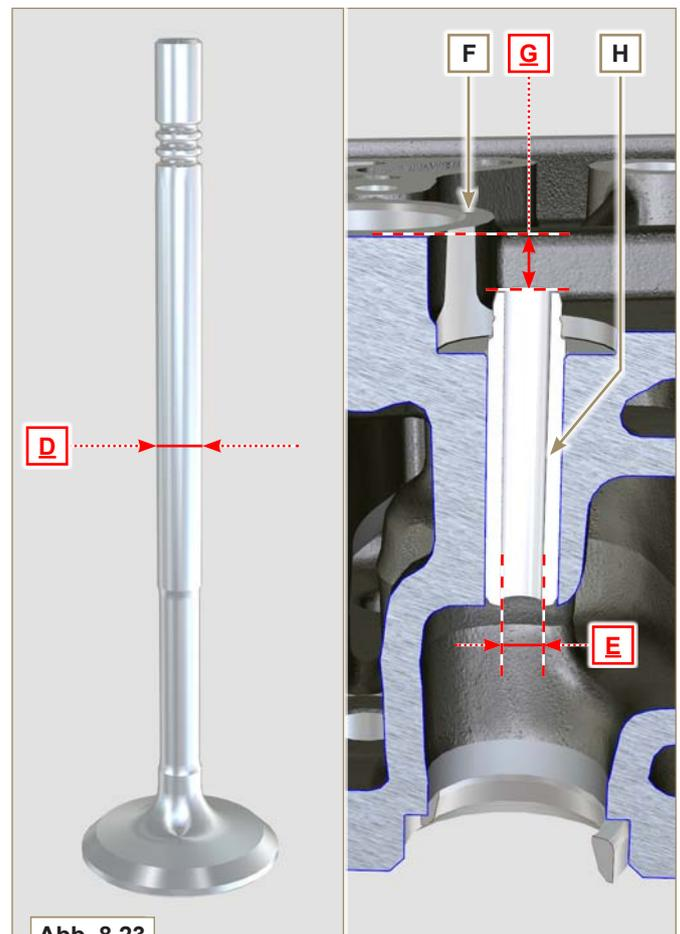

Abb. 8.23
- Beim Einbau der Führungen **H** den Abstand **G** von der Platte **F** einhalten (**Tab. 8.10 - Abb. 8.23**).
- Die Führungen müssen nach dem Einschlagen bearbeitet werden, damit die Werte **E** (**Tab. 8.10 - Abb. 8.23**) erreicht werden. Wenden Sie sich dafür bitte an eine Schleiferei.